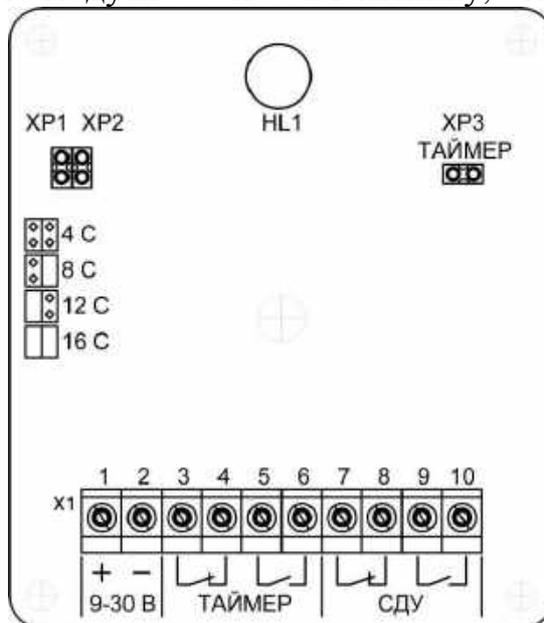

Рисунок 6 - Печатная плата модуля УУ с устройством задержки с расположением клемм и перемычек
- подключить УУ к внешним приборам (рисунок 6) к контактам 7-8 или 9-10 клеммника (в зависимости от проекта), при этом питание на плату подавать не нужно.
– подключить УУ к внешним приборам (рисунок 6) к контактам 3-4 или 5-6 клеммника (в зависимости от проекта);